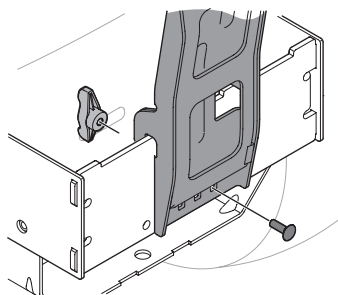

Figure 9
3. Fixez le support vertical à l'ensemble de montage avec un boulon de carrosserie (710-0276) et un écrou papillon (720-04122) du kit de quincaillerie (689-02364). Voir Figure 9.